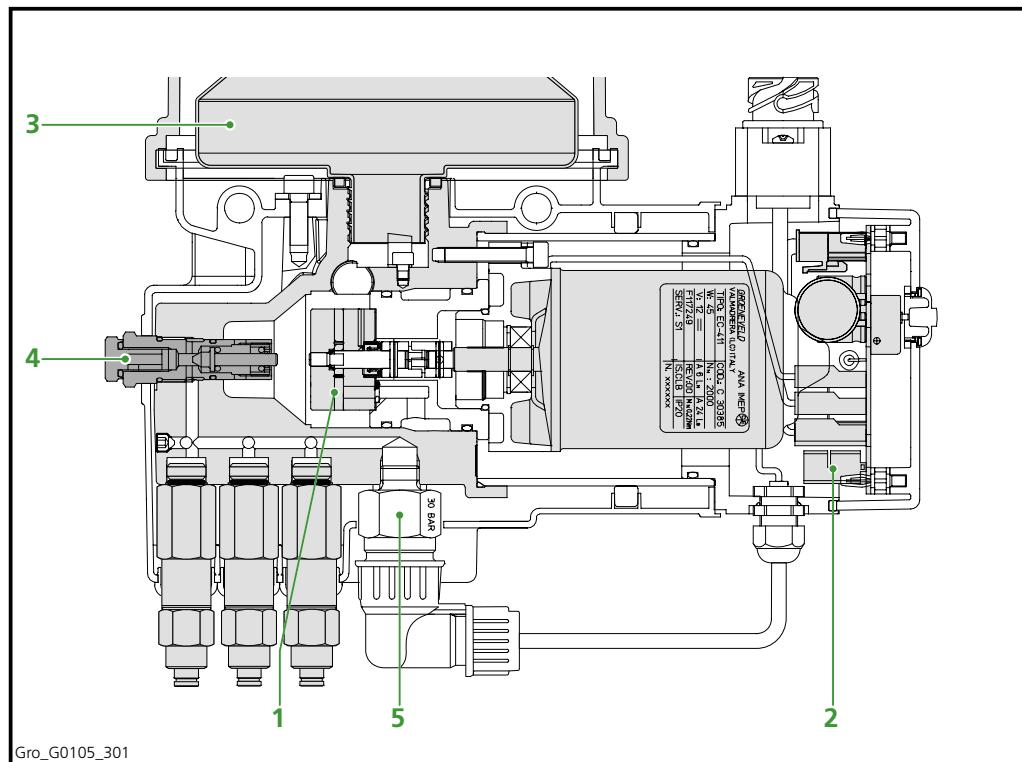

Fig 3.2 La pompa rotativa a ingranaggi
La pompa rotativa a ingranaggi (1) viene attivata mediante il timer elettronico (2) (Fig 3.2). Il lubrificante viene in questo modo pompato dal serbatoio (3) alle unità di dosaggio. La pompa rimane in funzionamento per tutto il tempo di durata del ciclo. La durata del ciclo (altresì detta "durata di impulso") è di 2 minuti. Durante l'esecuzione del ciclo, la pompa aumenta progressivamente la pressione del lubrificante. A una pressione di 55 bar la valvola di regolazione pressione (4) si apre: in tal modo il lubrificante rifiuisce nel serbatoio. La pressione massima del lubrificante è quindi limitata a 55 bar.